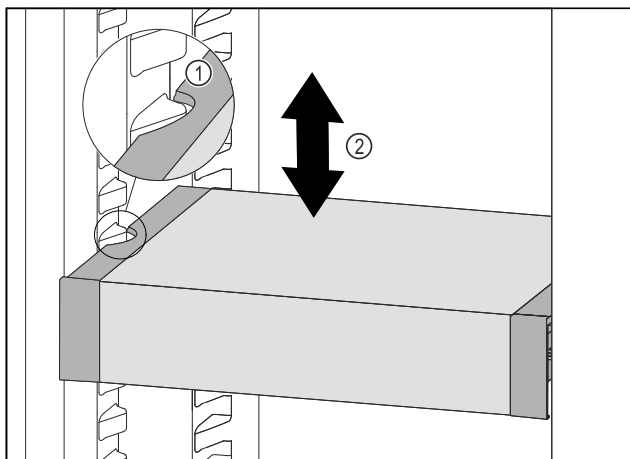

Fig. 111
- ▶ VarioSafe nach vorne ziehen, bis sich die seitlichen Aussparungen des VarioSafes auf Höhe der Behälterrippe im Kühlteil befinden. Fig. 111 (1)
- ▶ VarioSafe im Kühlteil nach oben oder unten bewegen, bis gewünschte Höhe erreicht ist. Fig. 111 (2)